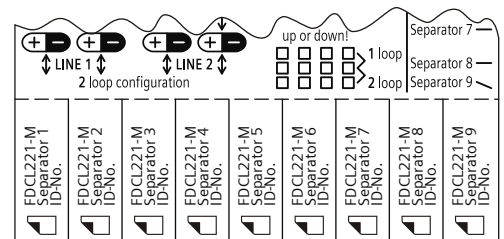

Fig. 9
4. Stick tear-off labels on system documentation and remove all unused tear-off labels from FDCL221-M (Fig. 9).
4. Kleben Sie die Abreissetiketten in die Anlagendokumentation und entfernen Sie alle nicht verwendeten Abreissetiketten vom FDCL221-M (Fig. 9).